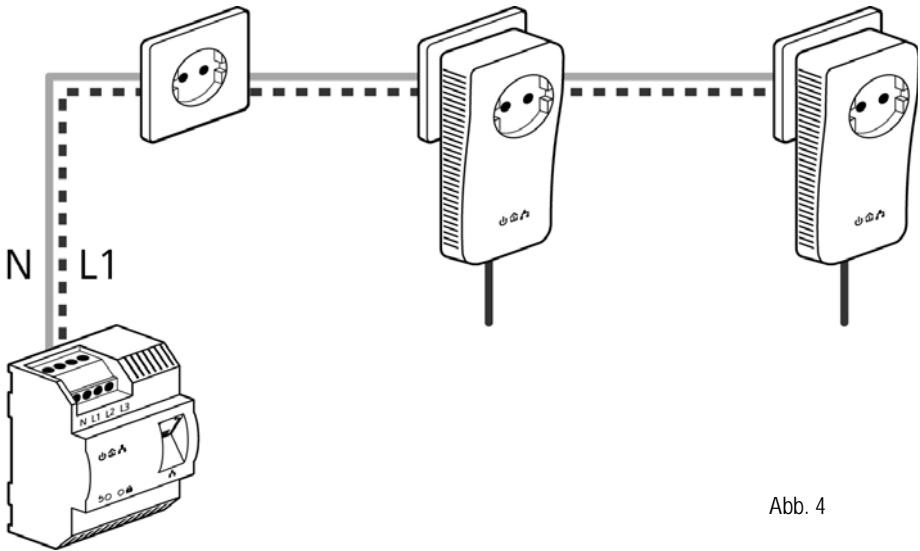

Abb. 4
- **Einphasiger Anschluss:** Neutralleiter und Außenleiter werden an die Klemmen N und L1 angeschlossen (siehe Abb. 4).